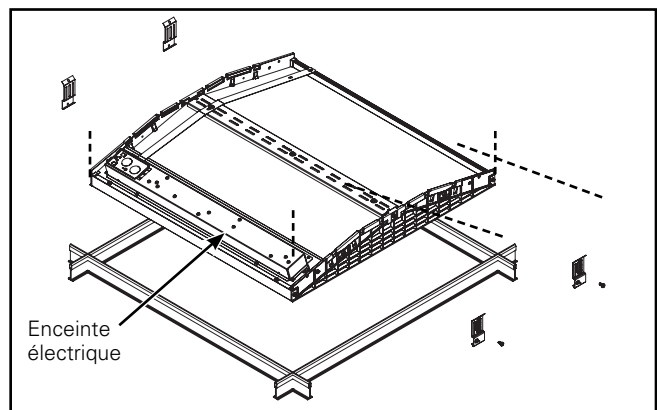

Figure 2. Installez dans le système à grille en T au plafond.
3. Installez le luminaire dans le système à grille en T au plafond. Assurez-vous que le luminaire est agrippé solidement au système à grille en T (Figure 2). Assurez-vous que tous les luminaires dans un même secteur sont orientés dans la même direction.